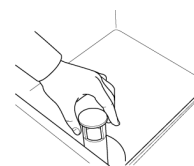

Fig.22
- 1- Ouvrir la porte et enlever le trop-plein. (Fig.22)